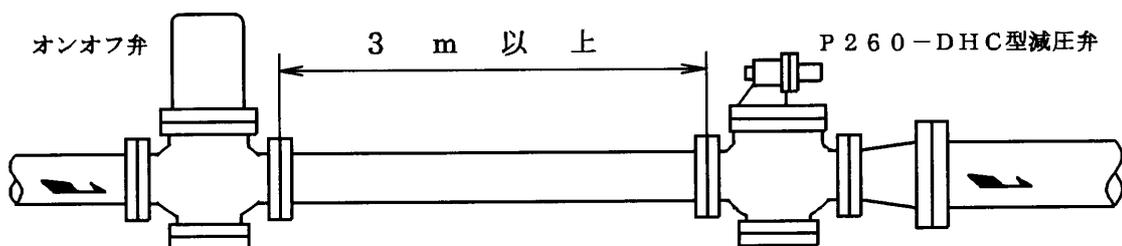
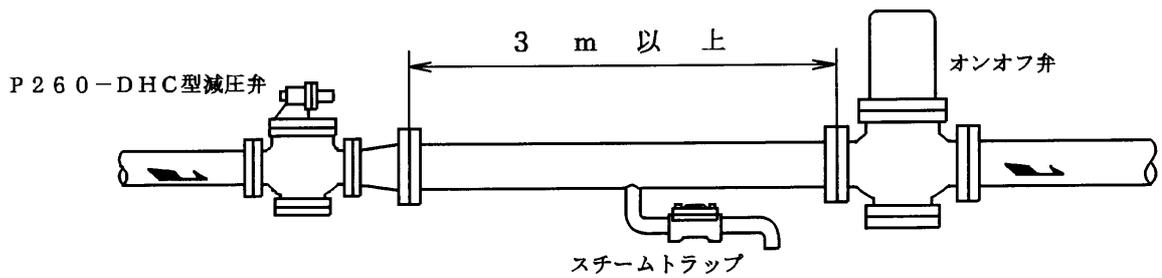

図 5 一次側にオンオフ弁がある場合
図 6 二次側にオンオフ弁がある場合
4.4 減圧弁の一次側又は二次側にオンオフ弁を取付ける場合、減圧弁とオンオフ弁の距離をできるだけ長く(3m 以上)とってください。なお、オンオフ弁は減圧弁の一次側に取付けるようお勧めします(図 5)。オンオフ弁の使用圧力等の関係から減圧弁の二次側に取付ける場合、減圧弁は完全閉止できませんので減圧弁とオンオフ弁の間にスチームトラップを設けて下さい(図 6)。